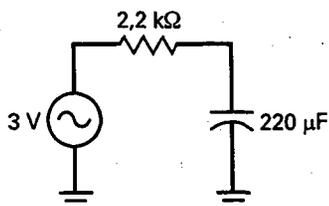

Figura 9-23
- 9-4. En la Figura 9-23, ¿cuál es la frecuencia más baja para la cual existe un buen desacoplamiento?
- 9-5. Si la resistencia en serie se cambia a $10\text{ k}\Omega$ en la Figura 9-23, ¿cuál es la frecuencia más baja para un buen desacoplamiento?
- 9-6. Si el condensador se cambia a $1.000\ \mu\text{F}$ en la Figura 9-23, ¿cuál es la frecuencia más baja para un buen desacoplamiento?
- 9-22. Suponga que está en el laboratorio probando el circuito de la Figura 9-23. A medida que aumenta la frecuencia del generador la tensión en el nudo A disminuye hasta que ya no es posible medirla. Si continúa aumentando la frecuencia por encima de los 10 MHz, la tensión en el nudo A empieza a aumentar. ¿Puede explicar qué es lo que sucede?